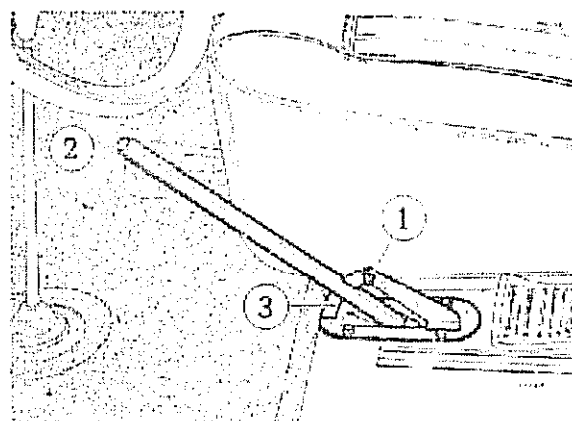

Fig. 334
Levantar la alfombra del piso y quitar el tornillo (1), que sujeta el sector dentado al soporte de la palanca (Fig. 334). Luego apretar el botón pulsador (2), ubicado en el extremo libre de la palanca y saltar el sector dentado (3).
El montaje del mecanismo de traba debe realizarse invirtiendo las operaciones de desmontaje (Fig. 334).
- Colocar en el interior de la palanca de accionamiento, el resorte (7) la arandeta de apoyo (6) y la varilla de mando de la uña (2), junto con el botón pulsador.
- Apretar el botón pulsador hacia abajo y colocar el sector dentado (3) en el alojamiento de la palanca (8) cuidando que los dientes del sector y la uña se correspondan.
- Sujetar el sector dentado al soporte (4) con el tornillo correspondiente (1, Fig. 334).
- Colocar la palanca (8) en el soporte (4) y colocar el tornillo (5) con el buje de articulación, lubricándolo con grasa para chasis N° 1. Verificar que la palanca se mueva libremente.